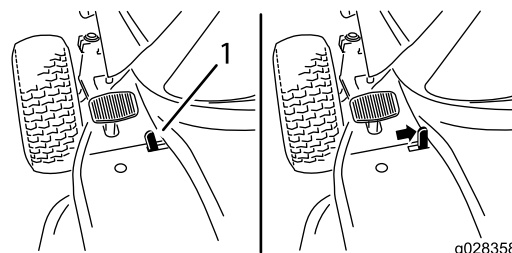

Figura 5
2. Spostate la leva di comando del freno di stazionamento verso destra (Figura 5).
2. Spostate la leva di comando del freno di stazionamento verso sinistra (Figura 5).